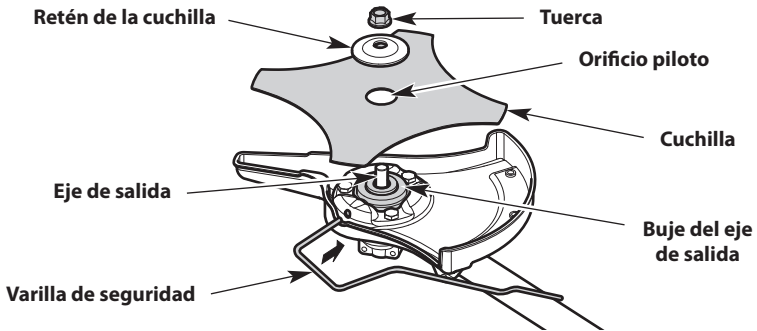

Fig. 17
4. Mientras sostiene la varilla de seguridad en su lugar, coloque la cuchilla sobre el alojamiento del eje de salida (Fig. 17).
ADVERTENCIA: Para evitar lesiones personales graves, asegúrese de que el orificio piloto de la cuchilla se asiente de forma plana contra el casquillo del eje de salida (Fig. 17). La unidad vibrará y la cuchilla se puede desprender si la cuchilla no está centrada.
5. Coloque la retención de la cuchilla sobre el eje de salida con la superficie plana contra la cuchilla (Fig. 17).
6. Atornille la tuerca sobre el eje de salida (Fig. 17).